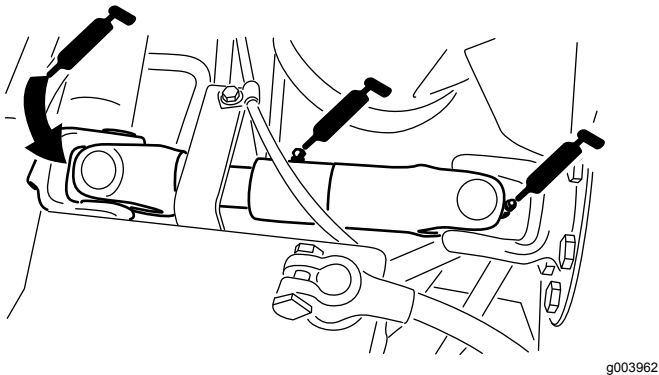

Figure 58
- Joint de cardan d'arbre d'entraînement de pompe (3) – Figure 58